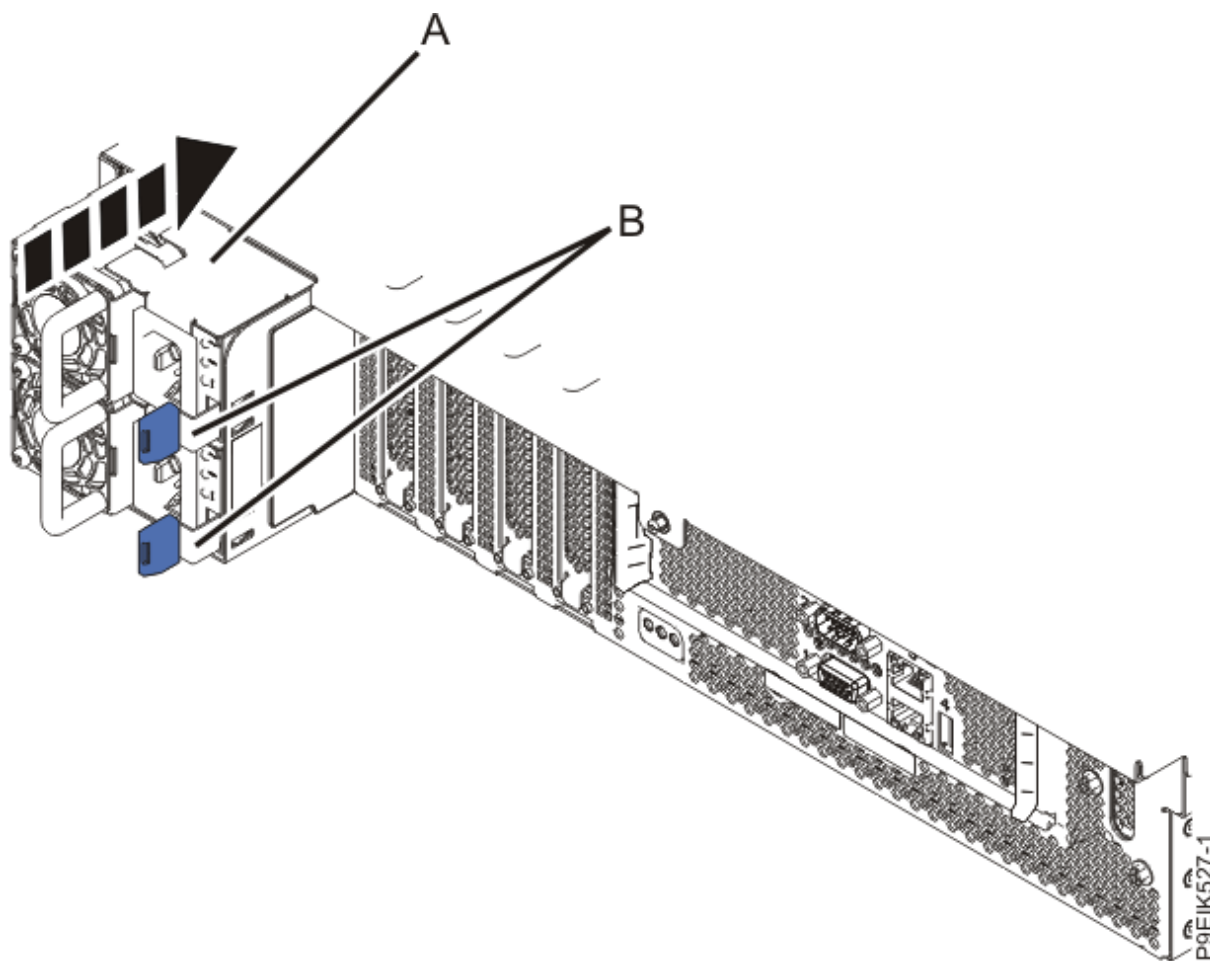

Figura 97. Sustitución de las fuentes de alimentación en el sistema
4. Sustituya las fuentes de alimentación tal como se muestra en la Figura 97 en la página 126.